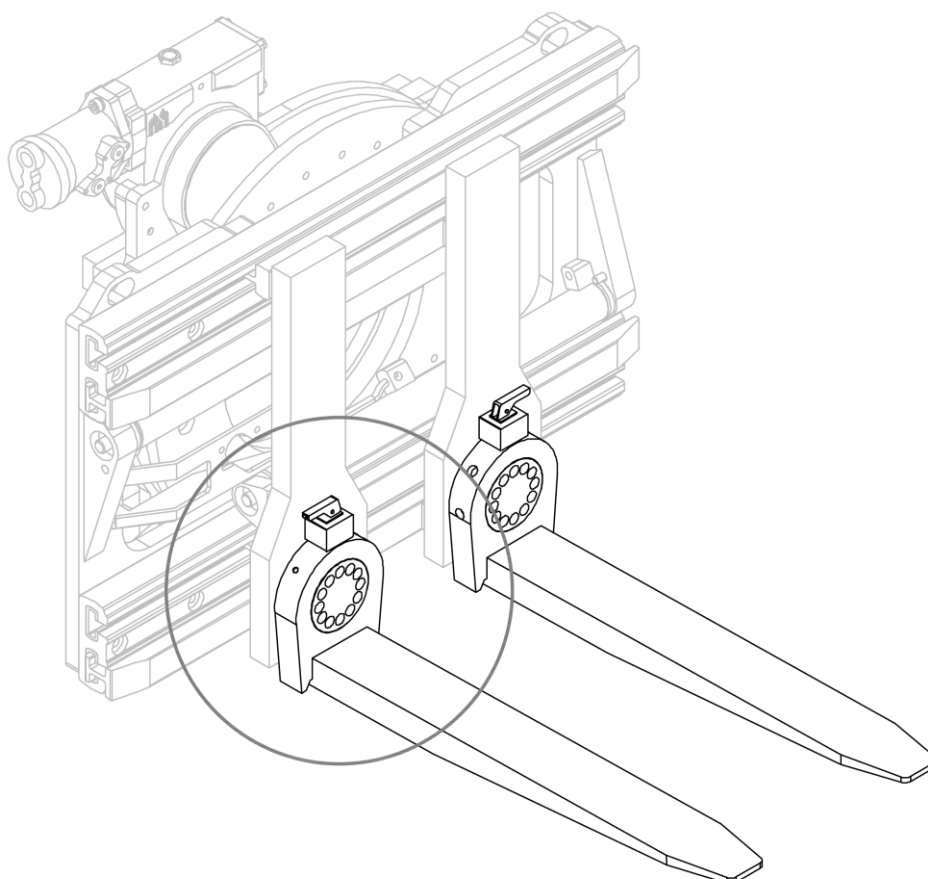
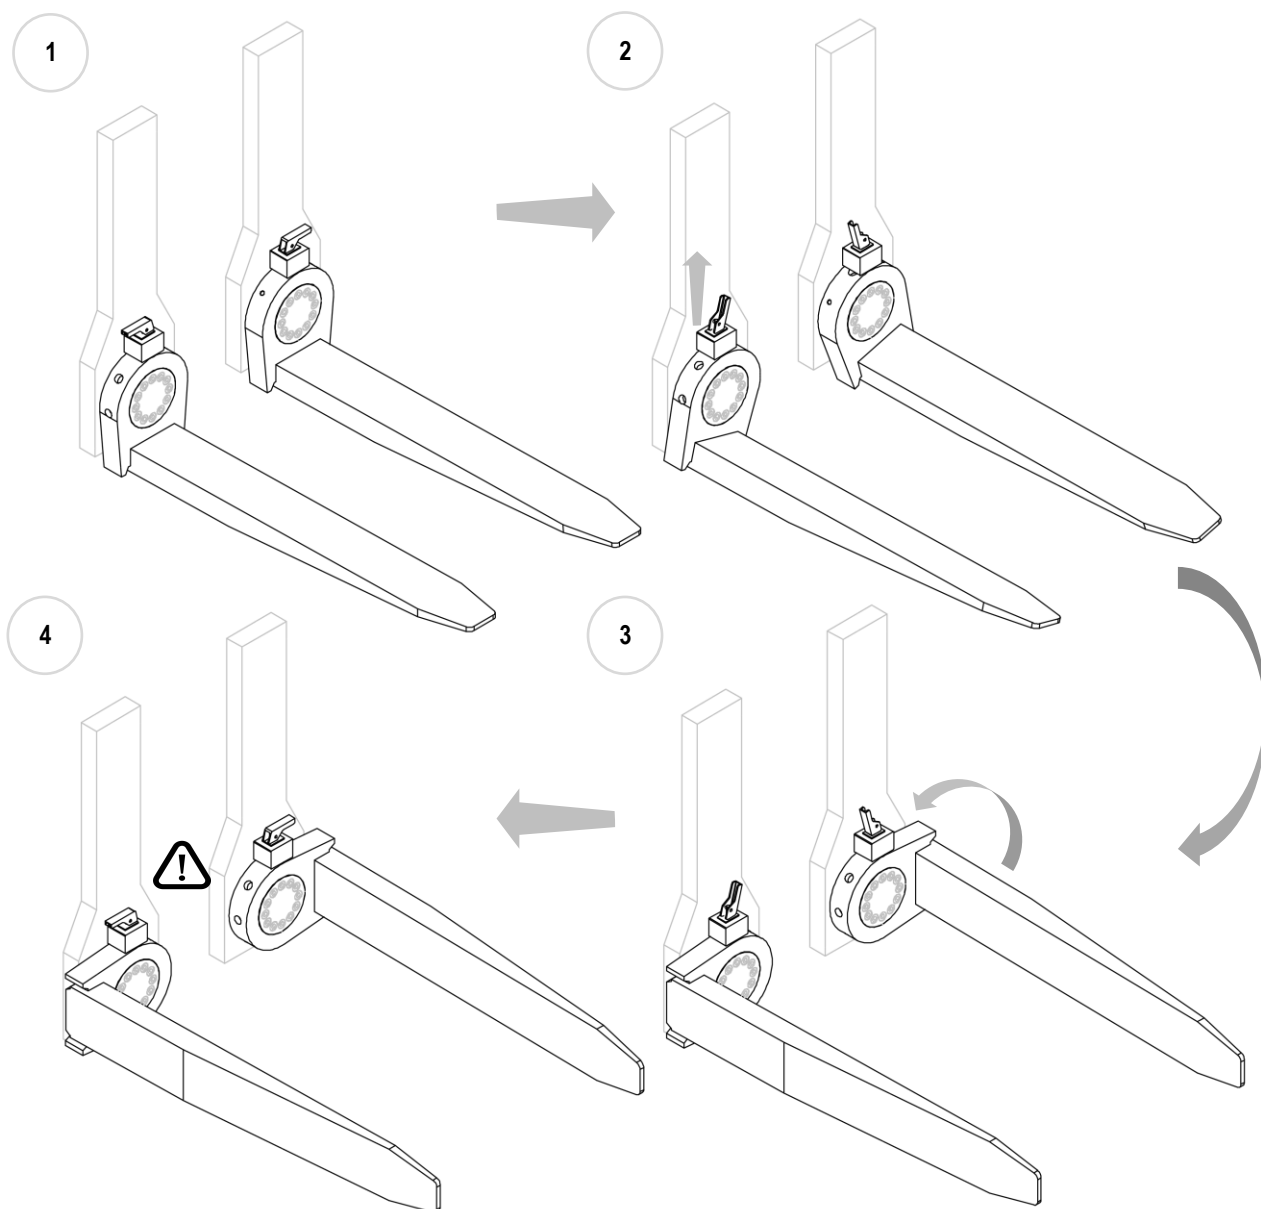

Figura 17
Figura 18
2. Prendere come riferimento la *Figura 17* e la *Figura 18*.